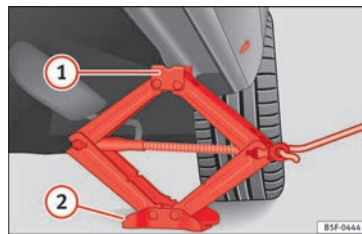

Fig. 74 Larguero: colocación del gato del vehículo.
- Gire el gato*, situado bajo el punto de apoyo del larguero, para elevarlo hasta que la pestaña ① » fig. 74 quede situada bajo el alojamiento previsto.
- Alinee el gato* de modo que la pestaña ① “agarre” en el alojamiento previsto del larguero y la placa base móvil ② quede apoyada en el suelo. La placa base ② debe caer en la vertical respecto al punto de apoyo ①.